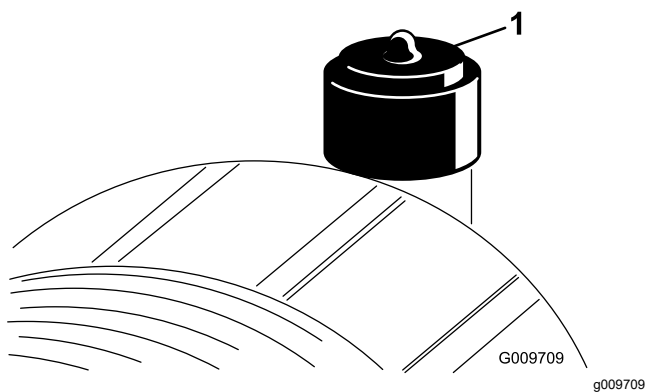

Figura 90
Revise el filtro del limpiador de aire únicamente cuando el indicador de mantenimiento lo requiera (Figura 90). El cambiar el filtro antes de que sea necesario sólo aumenta la posibilidad de que entre suciedad en el motor al retirar el filtro.
2. Reinicie el indicador (Figura 90) si se ve rojo.